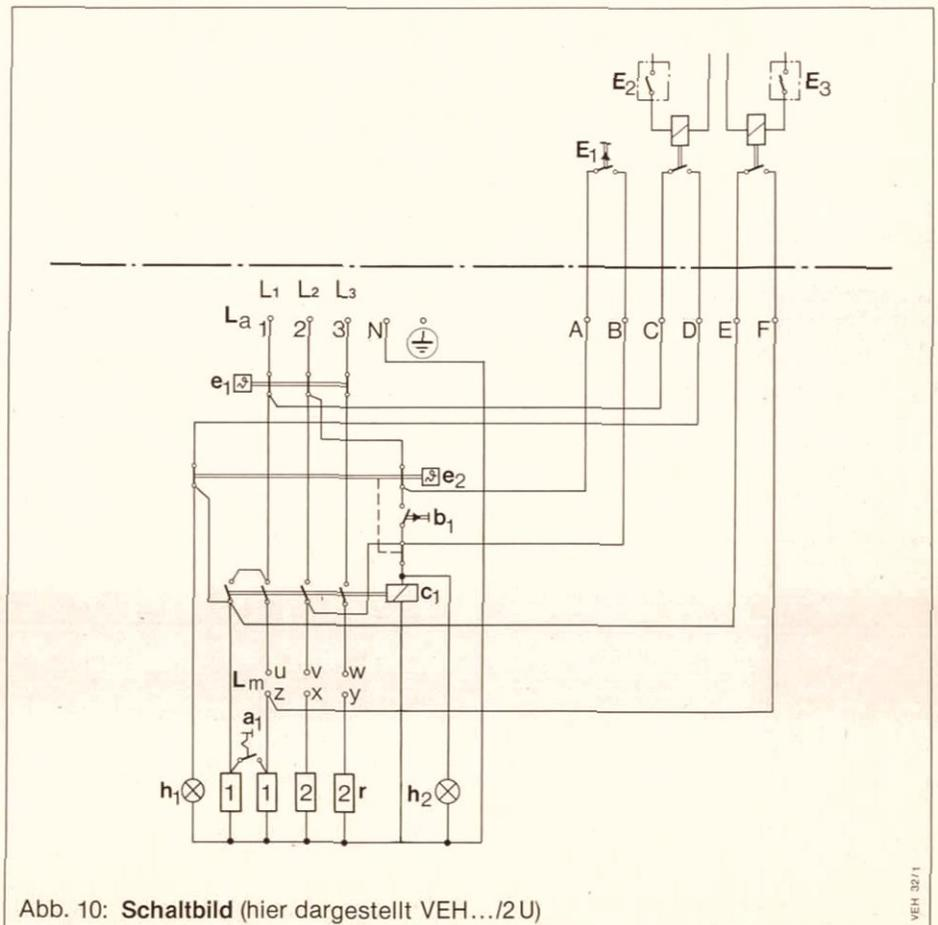

Abb. 10: Schaltbild (hier dargestellt VEH.../2U)
Nach Abnahme des Deckels vor dem Universalflansch (12, Abb. 1) ist das Leitungskabel durch die Kabeleinführung (3, Abb. 2; 3) zu legen und mit der Zugentlastungsschelle zu befestigen. Danach erfolgt der Anschluß an die Klemmen 1; 2; 3 (siehe Abb. 10).
**Der Wahlschalter** ( $a_1$ , Abb. 10) zur Umschaltung der „Grundlast“ befindet sich unterhalb des Deckels vor dem Universalflansch (12, Abb. 1) neben den Anschlußklemmen. Im Anlieferungszustand ist er geöffnet, es ergibt sich eine „Grundlast“ (1kW) für eine Aufheizzeit von etwa 8 Stunden.
### 7.3 Fernsteuerung (Abb. 10)
Legende zu Abb. 10